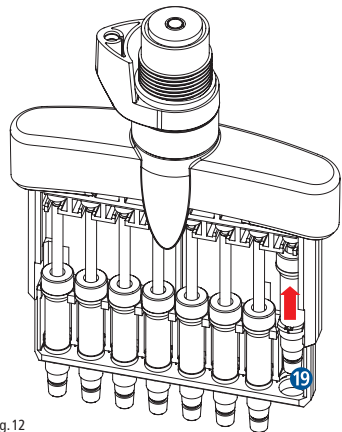
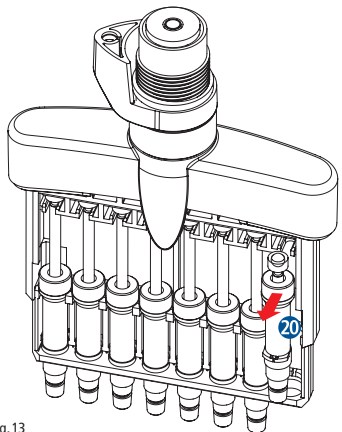

Fig. 12
Fig. 13
- El cilindro del émbolo 19 se empuja hacia arriba (Fig. 12), la unidad del émbolo completa 20 se puede quitar hacia adelante (Fig. 13) y limpiar exteriormente con una solución desinfectante. Lubrique el émbolo de nuevo con grasa de émbolo USA Scientific original (véase también 8 Información de pedido).